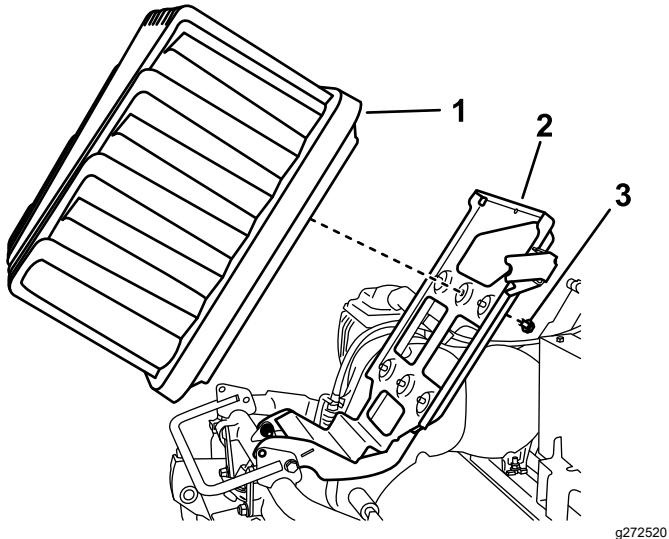

Figure 6
- Déposez la batterie et son socle de la machine (Figure 6).
- Retirez les boulons et rondelles qui fixent la batterie sur son socle; mettez la batterie au rebut ou recyclez-la en respectant la réglementation locale, régionale ou nationale (Figure 6).